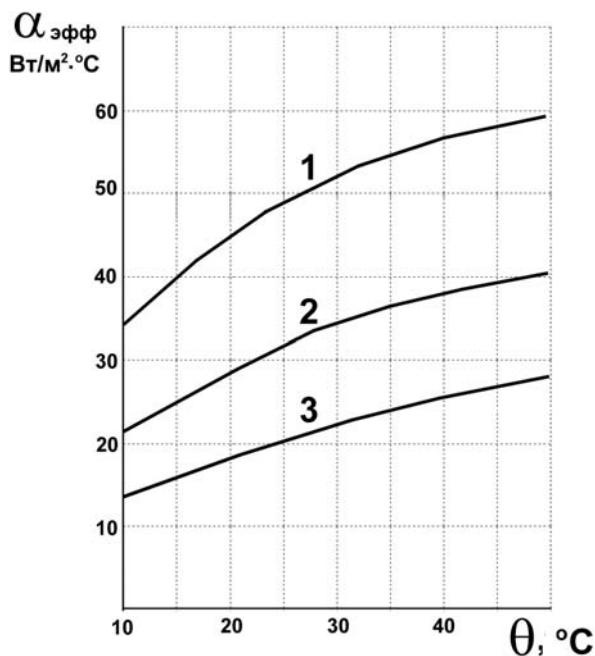

Рис. 9.15. Эффективный коэффициент теплоотдачи ребристого радиатора в условиях свободной конвекции при различной длине ребра:
□ $\alpha_{\text{эфф}}$ — эффективный коэффициент теплоотдачи, Вт/м²·°С (см. график на рис. 9.15);
Итак, приступим: сначала зададимся желательным перегревом поверхности, выбрав не слишком большую величину, равную 30 °C. Грубо говоря, можно считать, что при температуре окружающей среды 30 °C, температура поверхности радиатора составит 60 °C. Если учесть, что разница между температурой радиатора и температурой кристалла транзистора или микросхемы при хорошем тепловом контакте (о котором далее) может составить примерно 5 °C, то это приемлемо для практически всех полупроводниковых приборов. Высота ребер h у нас составляет 30 мм, поэтому смотрим на верхнюю кривую из графика на рис. 9.15, откуда узнаем, что величина коэффициента теплоотдачи составит примерно 50 Вт/м²·°C. После вычислений получим, что $W = 22$ Вт. По простейшему правилу ранее мы получили 14,5 Вт, а сейчас, проведя более точные расчеты, мы можем несколько уменьшить площадь, тем самым сэкономив место в корпусе. Однако повторим, если место нас не жмет, то лучше всегда иметь запас.